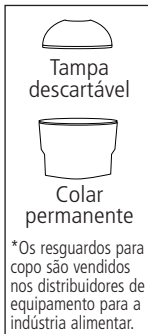
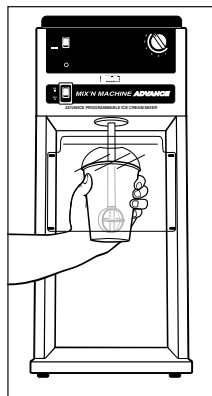

Figura 1
Figura 2
4. Coloque um resguardo para copo no copo (consulte a Figura 1). Segure o copo (e tampa ou colar) firmemente na mão **(pelo lado e não por debaixo)** e coloque sob o utensílio anti-salpicos. Mova o copo sob o agitador e levante-o de modo a que o agitador toque na parte de baixo do copo. Consulte a Figura 2.